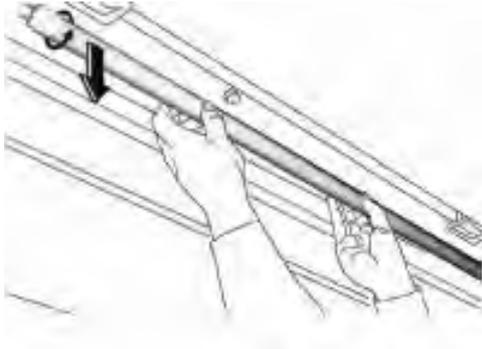

Fig. 12
- Leuchtstofflampe mit Röhrenschutz durch Drehen entriegeln und nach unten aus der Fassung ziehen (siehe Fig. 12).
- Turn fluorescent lamp to unlock and remove it downwards from the bracket (see fig. 12).
- Débloquer le tube fluorescent en le tournant et le retirer de la douille par le bas (voir fig. 12).
- Sbloccare la lampada al neon mediante rotazione e poi sfilarla dall'innesto eseguendo un movimento verso il basso (vedi fig. 12).